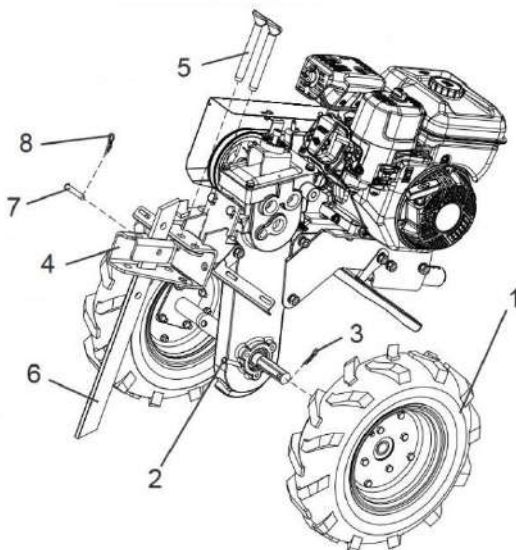

Рис. 3. Установка колес, кронштейна и ограничителя.
На вал редуктора установите колесо (поз.1) зафиксируйте его пальцем 8×40 (поз. 2), затем палец зафиксируйте пружинным шплинтом (поз.3). Повторите для второго колеса (рис.3). Установите кронштейн (поз. 4) в скобу зафиксируйте его двумя шкворнями (поз. 5), затем в кронштейн установите ограничитель (поз. 6) и зафиксируйте его пальцем 10×50 (поз. 7) и пружинным шплинтом (поз. 8).
9. **Допускается использовать только стопора, входящие в комплектацию МБ** (рис. 3).